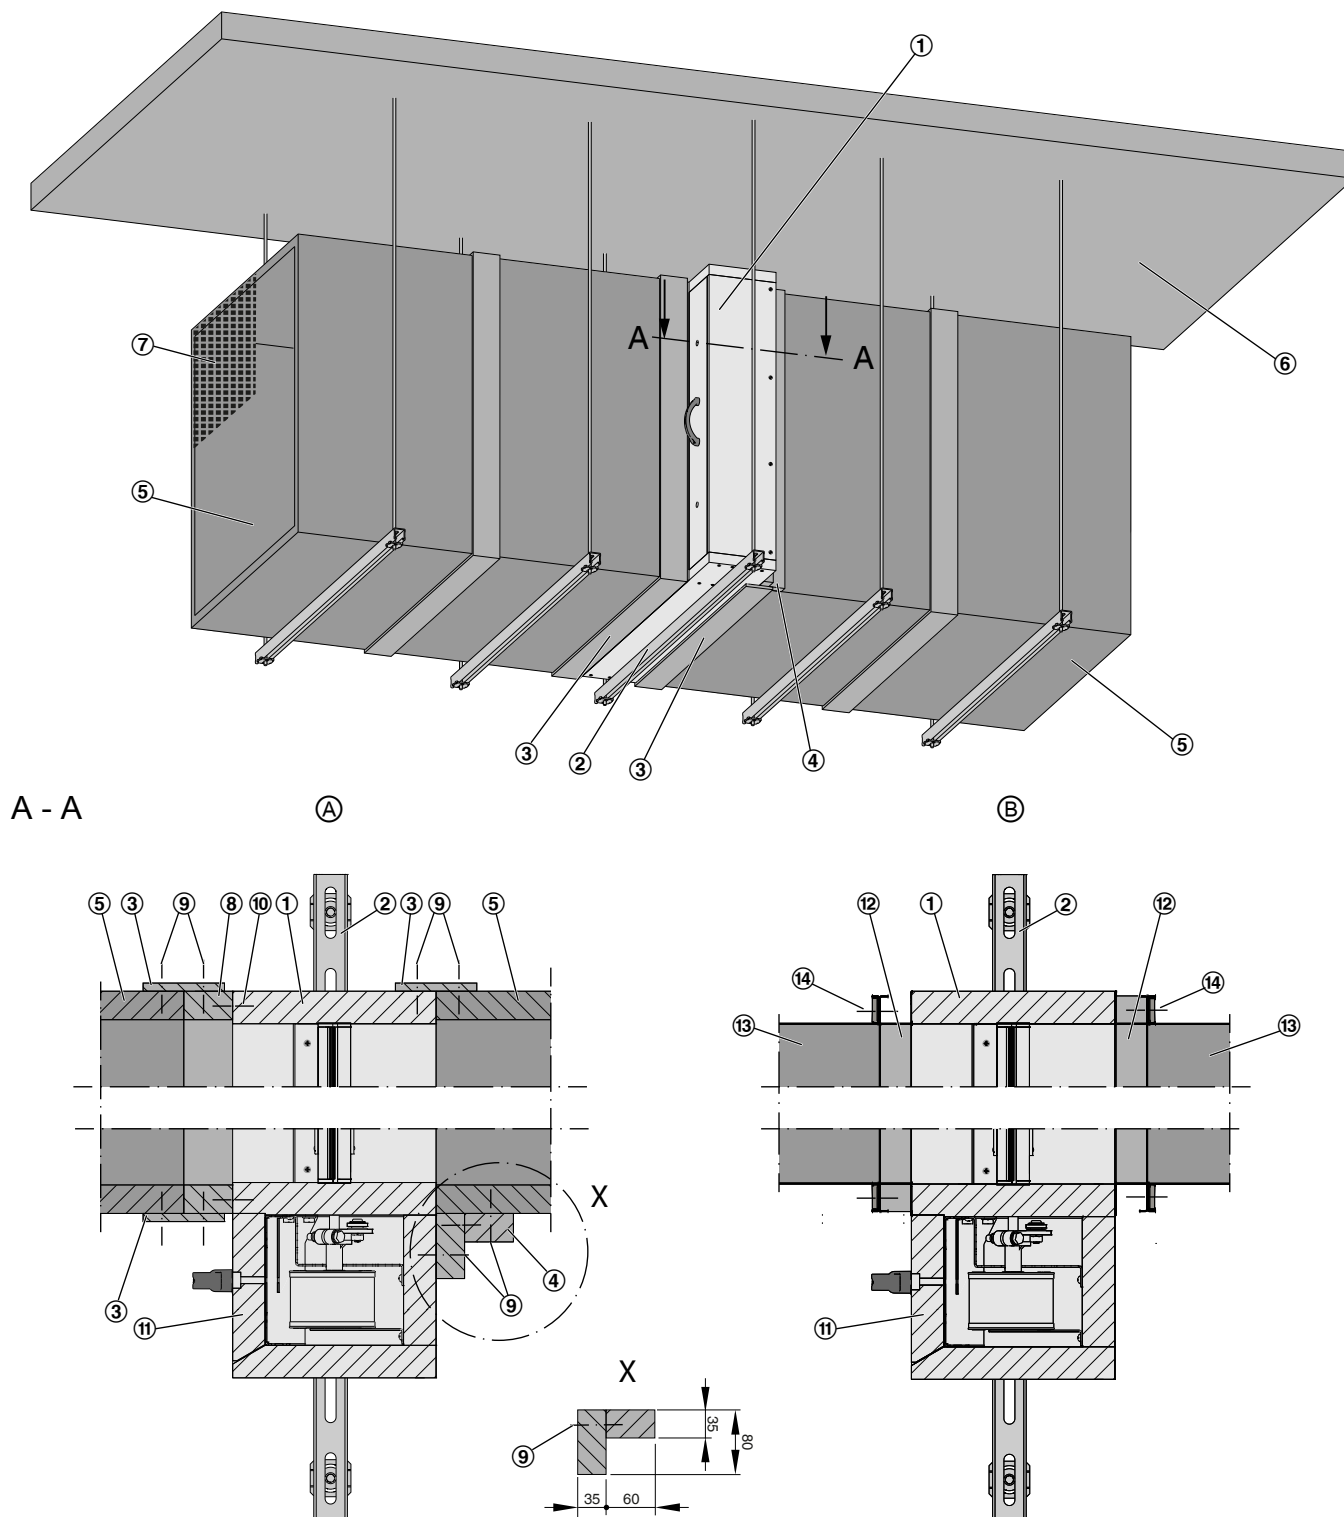

Abb. 16: Einbau in einer horizontalen Entrauchungsleitung
- Die Antriebskapselung muss nach dem Einbau für Wartungsarbeiten zugänglich bleiben (Deckel (Abb. 16/11)).
1. ▶ Anschlussrahmen (Abb. 16/8) aus PROMATECT®-LS-Brandschutzbauplatte d = 35 mm x 60 mm oder gleichwertig (kundenseitig) in benötigter Länge herstellen. Mit Schnellbauschrauben (Abb. 16/10) an der Bedienseite der Entrauchungsklappe anbringen. Schraubverbindung (Abb. 16/10) umlaufend 6 x 100 mm (vorbohren $\varnothing 4 \text{ mm}$, Schrauben mittig anordnen, Schraubabstand $\leq 250 \text{ mm}$, Randabstand H-Teil 80 mm, B-Teil 60 mm. Schraubenköpfe versenken!
4. ▶ Zwischen Antriebskapselung und Entrauchungsleitung einen Riegel (Abb. 16/4) anbringen.
5. ▶ Verbindungsstreifen (Abb. 16/3) zwischen Entrauchungsleitung und Entrauchungsklappe herstellen ↪ 6 „Entrauchungsleitung und Abschlussgitter“ auf Seite 33.
1. ▶ Entrauchungsklappe (Abb. 16/1) mit beidseitigen Anschlussrahmen (optional (Abb. 16/12)) abhängen ↪ 5.6 „Entrauchungsklappe abhängen“ auf Seite 32.
2. ▶ Entrauchungsleitung (Abb. 16/13) beidseitig bis an die Entrauchungsklappe heranführen und abhängen.
3. ▶ Entrauchungsleitung mit Verschraubung (Abb. 16/14) am Anschlussrahmen verschrauben.